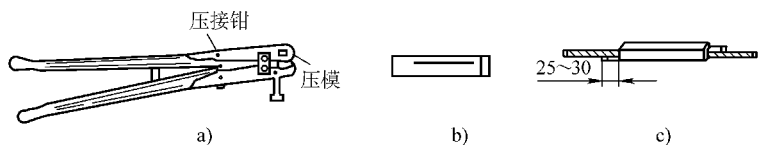

图 8-20 多股铝芯线常采用压接管压接法连接
② 多股铝芯线常采用压接管压接法连接，如图 8-20 所示。
(3) 铜-铝(铜线与铝线)相接